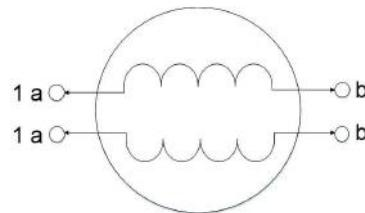

Figura 15.8: Motor P a P Bipolar
- \*Un motor PaP bipolar (Figura 15.8) tiene dos bobinas que son identicas e independientes.